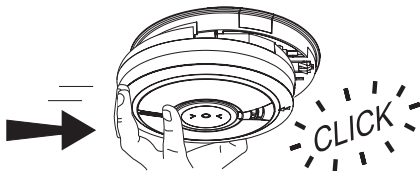

Abb.8
8. Halten Sie den Test-/Stummschaltknopf für 10 Sekunden gedrückt (siehe Abb. 8). Der Summer ertönt. Prüfen Sie, ob alle vernetzten Warnmelder während dieser Zeit auch einen Ton ausgeben. Beim Drücken des Testknopfes ertönt der eingebaute Summer, der nach Loslassen des Knopfes sofort wieder verstummt, wobei alle vernetzten Warnmelder dann weiterhin in der Ferne hörbar sind, da sie weitere 3 Sekunden einen Ton ausgeben.